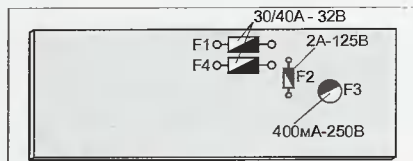

Рис. 2
- перегорание предохранителей F1-F4 (см. рис. 2);